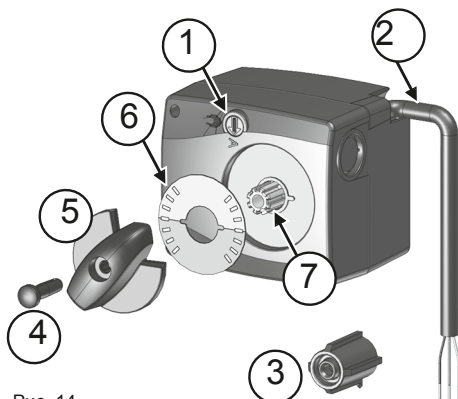

Рис. 14
3. Снять поворотную рукоятку (5) и заглушку (4) с зубчатого вала (7).
4. Диск-указатель смещения (6) повернуть на 180°, чтобы красная область была направлена вверх (Рис. 14).
5. Поворотную рукоятку (5) и заглушку (4) снова надеть на зубчатый вал (7).